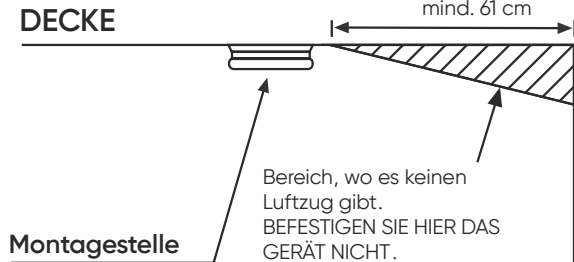

Abb.9
1. Wählen Sie die richtige Stelle der Montage gemäß der Abb. 9 und 10.